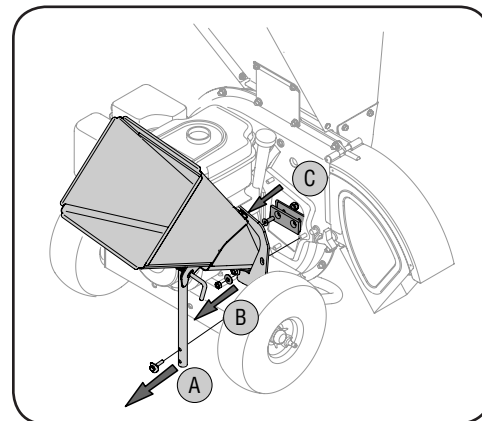

Figura 4-2
3. Retire la traba que sujeta el canal de la astilladora a la estructura. Para ello saque los dos pernos hexagonales y las arandelas cóncavas que la aseguran. Vea A en Figura 4-2.
4. Para sacar el canal de la astilladora saque las tres tuercas hexagonales y las arandelas que lo aseguran a la caja del motor. Vea B en Figura 4-2.
6. Para sacar la cuchilla saque los tornillos hexagonales internos, las arandelas de seguridad y las tuercas hexagonales que la sujetan al motor. Vea C en Figura 4-2. Guarde los accesorios.